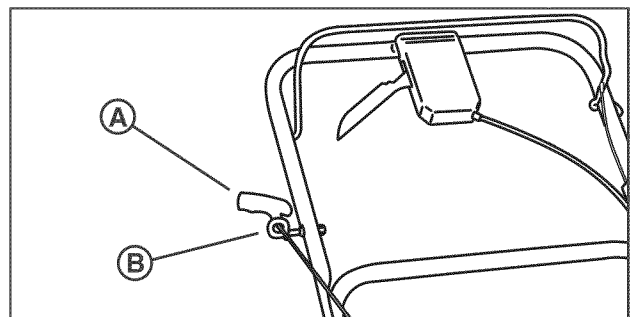

Figura 3: Sujeción del mango del cable retráctil de arranque
6. Oprima la palanca de parada del motor contra el asidero. (Consulte la sección titulada 'Palanca de parada del motor'). Hale lentamente el mango (A, Figura 3) del cable retráctil de arranque. Para sujetar el mango del cable retráctil de arranque a la guía (B) del cable, entrelace el cable a través de la guía de cable montada en el lado derecho del asidero.